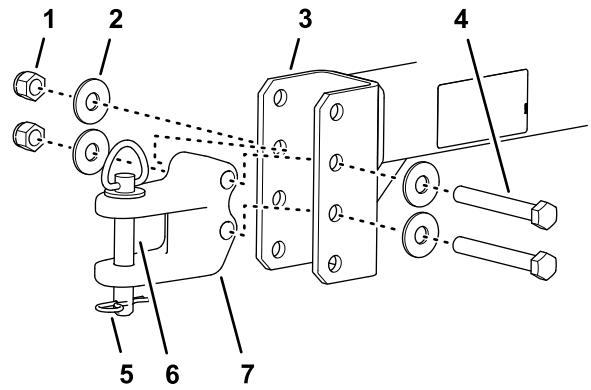

Figura 5
- Monte la horquilla del enganche en la barra de tracción con los 2 tornillos, las 4 arandelas y las 2 contratuercas (Figura 5).
- Sujete el enganche a la barra de tracción con el pasador de enganche y la chaveta (Figura 5).
- Ajuste la posición de la horquilla del enganche hasta que la barra de tracción esté al mismo nivel que la barra de tracción de la unidad de tracción (Figura 5).